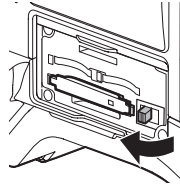
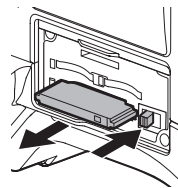

図 1
図 2
- イジェクトボタンを起こしてから（図 1）、押し込みます。（図 2）